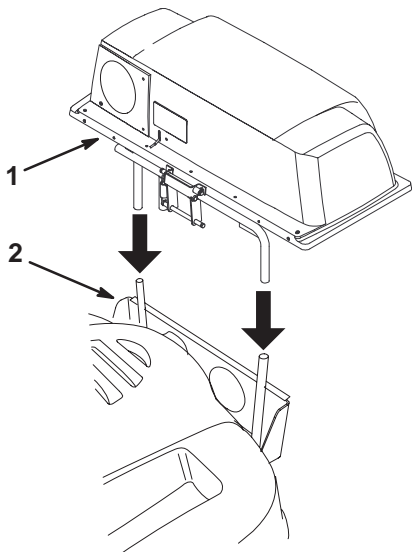

Bild 6
1. Heben Sie die Abdeckung des Heckfangsystems vorsichtig an und schieben Sie es auf die Schnellbefestigungshalterung (Bild 6). Der Einbau der Abdeckung des Heckfangsystems ist einfacher, wenn dies zwei Personen tun.